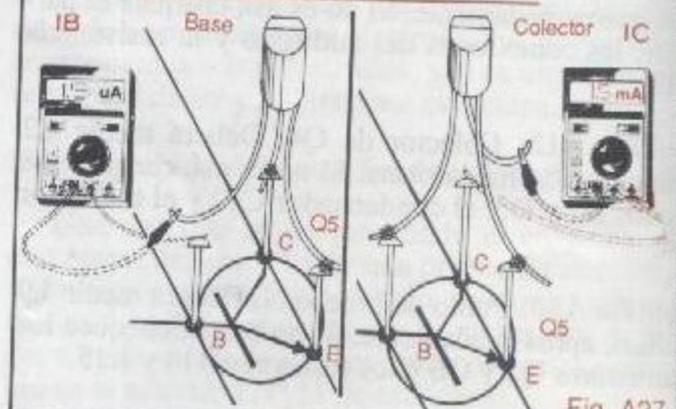

Fig. A27
Paso 1. Para medir la corriente de base (I_B) de cada transistor, despegue la base, sitúe el multímetro en el rango "60 μA DC" y conéctelo como se muestra en la figura A27. Al final de cada medición, suelde nuevamente la base a la puntilla correspondiente.